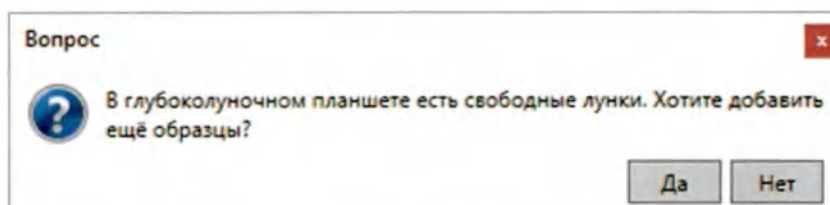

Рис. 41. Информационное окно, с предложением добавить образцы в свободные лунки
6.5.7.4. После переноса образцов в глубоколоночный планшет с лизирующим раствором и суспензией магнитных частиц, если в DWP планшете останутся свободные лунки, будет сообщение, в котором предложено добавить образцы в свободные лунки (Рис. 41). Нажмите кнопку: